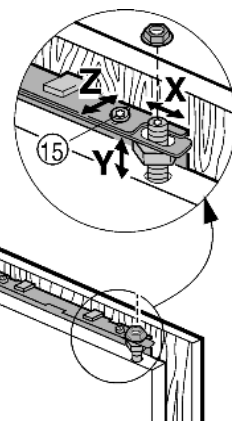

Fig. 17
- ▶ Lijn het kastdeurtje in de diepte Z uit: bovenste schroeven Fig. 17 (15), onderste schroeven Fig. 18 (24) losdraaien, dan deur verschuiven.